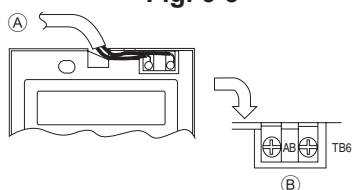

Fig. 6-4
2) Méthodes de connexion (Fig. 6-4)